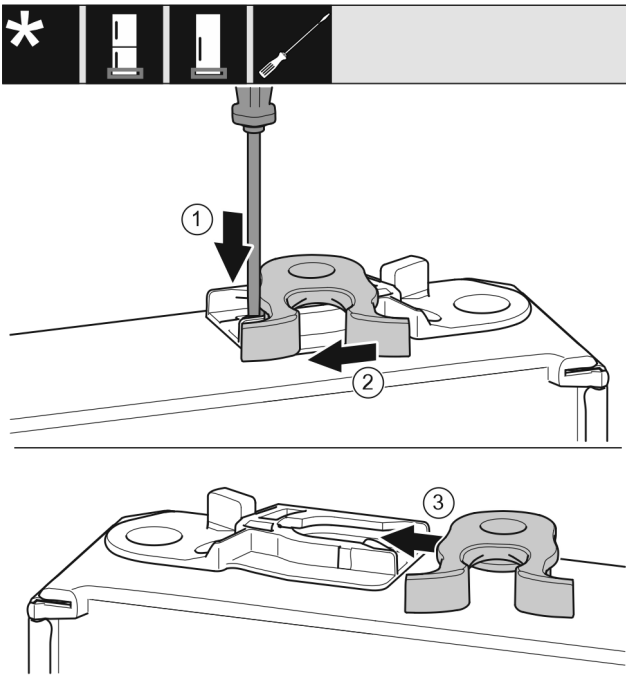

Fig. 17
- Ravnim odvijačem pritisnite jezičac prema dolje. Fig. 17 (1)
- Izvucite kuku za zatvaranje iz vodilice. Fig. 17 (2)
- Gurnite kuku za zatvaranje na drugoj strani u vodilicu. Fig. 17 (3)